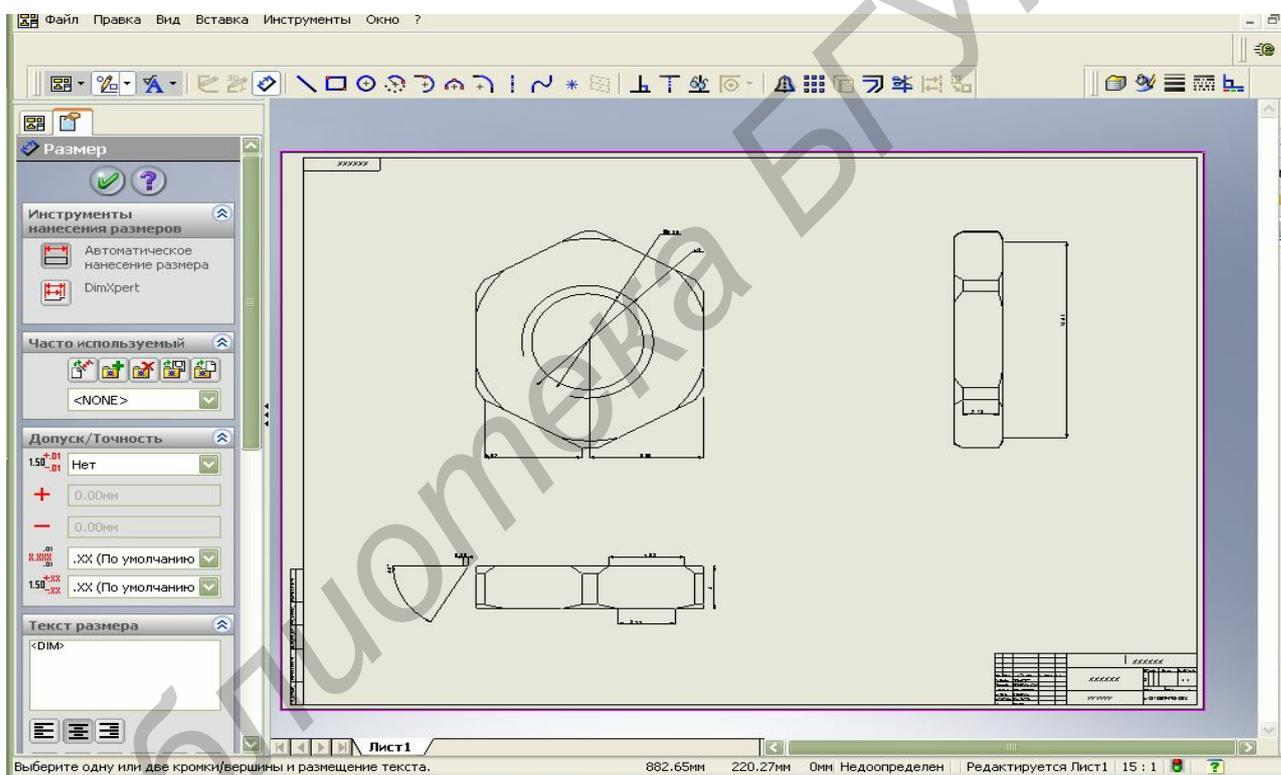

Рисунок 23 – Чертеж детали «Гайка»
27. Чертеж гайки закончен (рисунок 23).